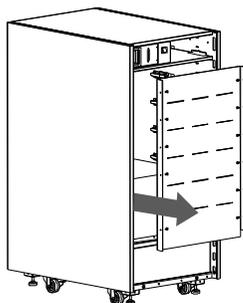

图 5
- 2) 取出连接挡风板和机柜之间的螺丝，拿出挡风纸（如图 5）；